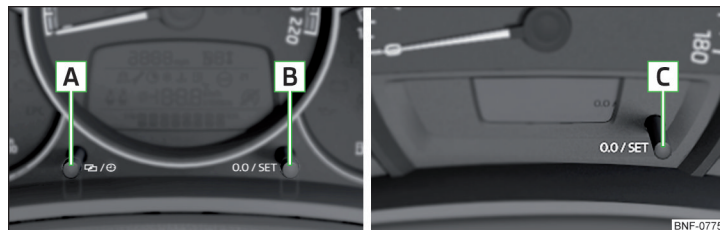

Fig. 23 Knapper i kombiinstrumentet: Type 1 og 2 / Type 3
- ▶ Hold knappen [C] inde » Fig. 23 på side 31, indtil visningen af klokkeslæt-tet/udtermometret blinker i displayet.
- ▶ Hold knappen [A] inde » Fig. 23, indtil timerne blinker i displayet.
- ▶ Hold knappen [C] inde » Fig. 23, indtil visningen af klokkeslættet blinker i displayet.
- › Tryk på knappen [B] eller [C] » Fig. 23 på side 31.
- › Vælg tælleren for tilbagelagt strækning (trip), og hold knappen [B] eller [C] inde » Fig. 23 på side 31.